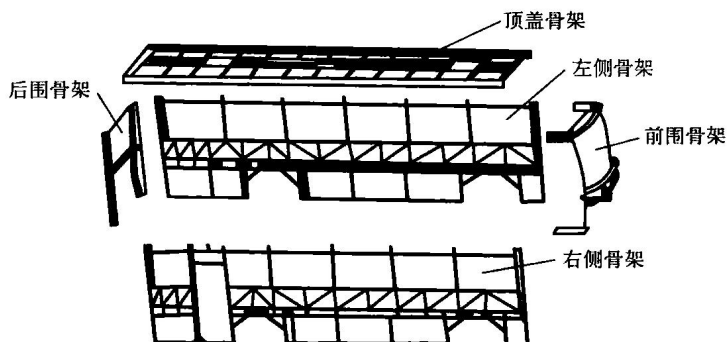

图 1-12 客车车身整体骨架
(1) 客车车身骨架 客车车身骨架通常由前围骨架、左侧骨架、右侧骨架、后围骨架及顶盖骨架五大片组成, 五大片骨架合装在底架或车架的底横梁上构成一整体空间框架结构, 如图 1-12 所示。